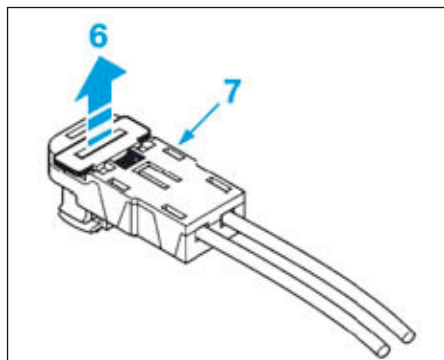

FIG.22
- Déverrouiller en (6) le connecteur (7) du prétensionneur ventral de ceinture de sécurité avant (Fig.22).